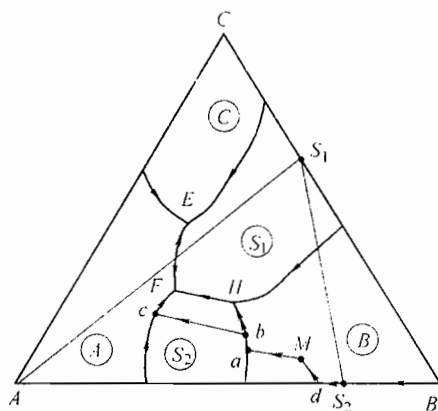

图 23-2 第七题解答图
2. 见图 23-2。
5. M 点析晶路程见图 23-2（有穿 S_2 的相区）